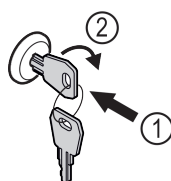

Fig. 206
- ▶ Вставьте ключ. Fig. 206 (1)
- ▶ Поверните ключ на 90° по часовой стрелке. Fig. 206 (2)